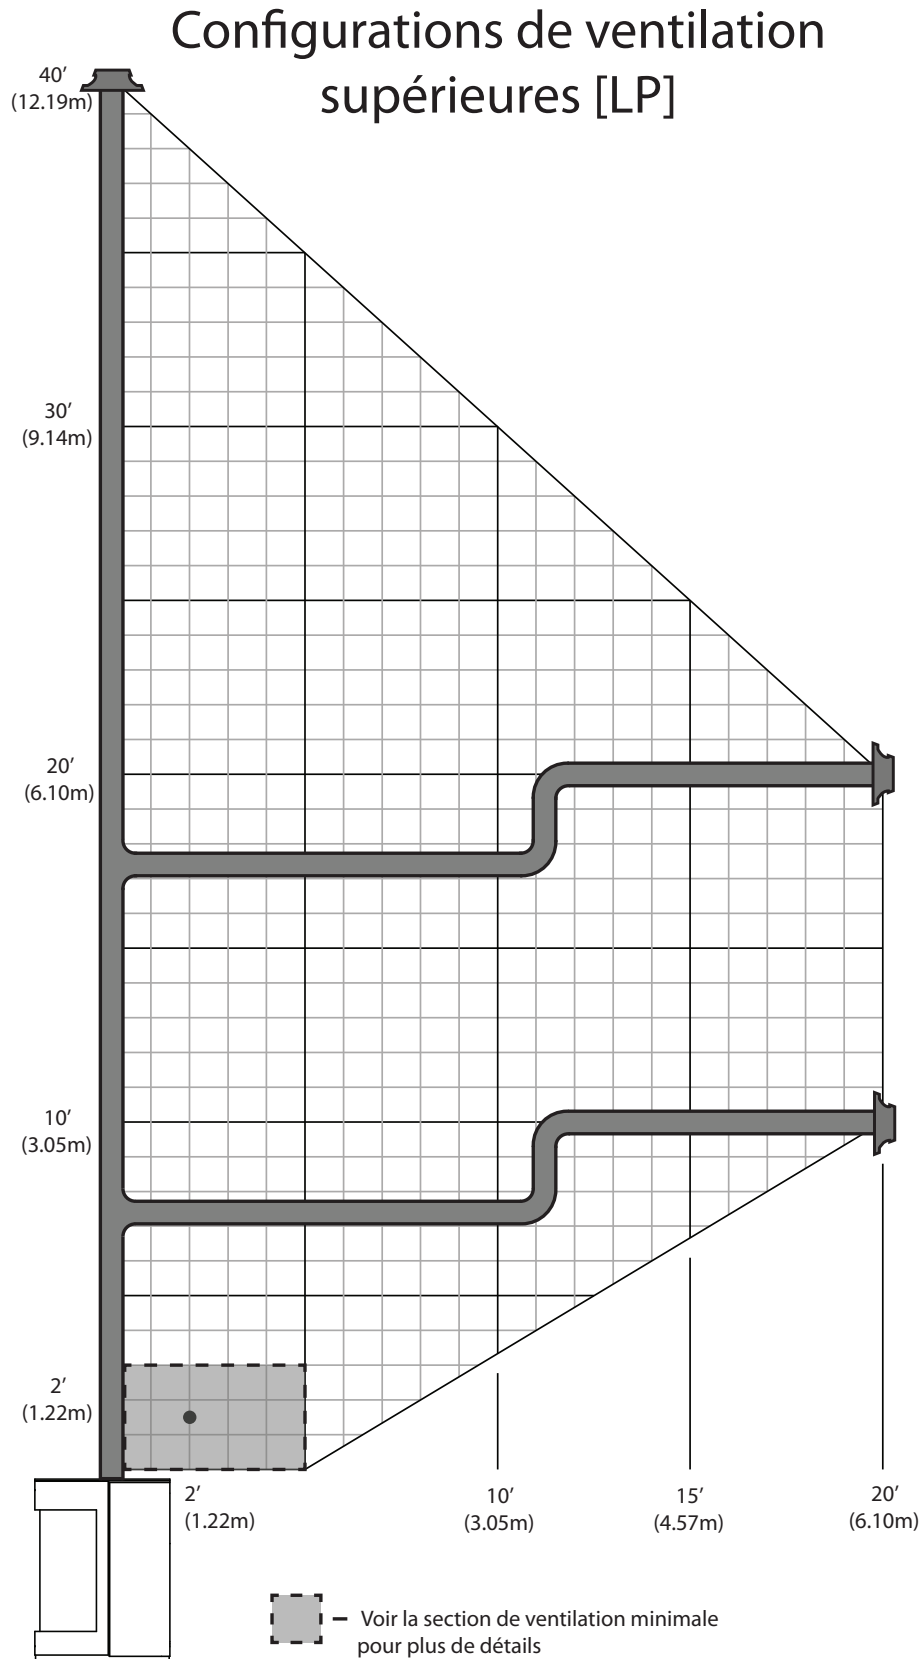

Figure 56: Configurations de ventilation supérieure - Propane
Les tableaux suivants montrent la gamme d'options de ventilation disponibles pour les configurations de ventilation supérieure utilisant des terminaisons verticales ou horizontales en conjonction avec 0 - 3 coudes à 90° dans le plan vertical. Avoir le moins de coudes est idéal car ils limitent le flux d'air. La longueur totale du tuyau d'évent horizontal ne peut pas dépasser 20ft (6.1m) et la longueur verticale totale ne peut pas dépasser 40ft (12.2m). N'importe quelle combinaison de montée et de descente peut être utilisée tant qu'elle se situe dans les zones ombrées des graphiques suivants. Un total de trois (3) coudes à 90° ou six (6) 45° les coudes peuvent être utilisés comme indiqué dans Figure 55 & Figure 56. En plus de ce qui est montré, si un coude à 90° est utilisé dans le plan horizontal, 3 pieds (91.4cm) doivent être soustraits de la course horizontale admissible (pour chaque coude à 45°, il faut soustraire 1.5 pieds (45.7cm)).